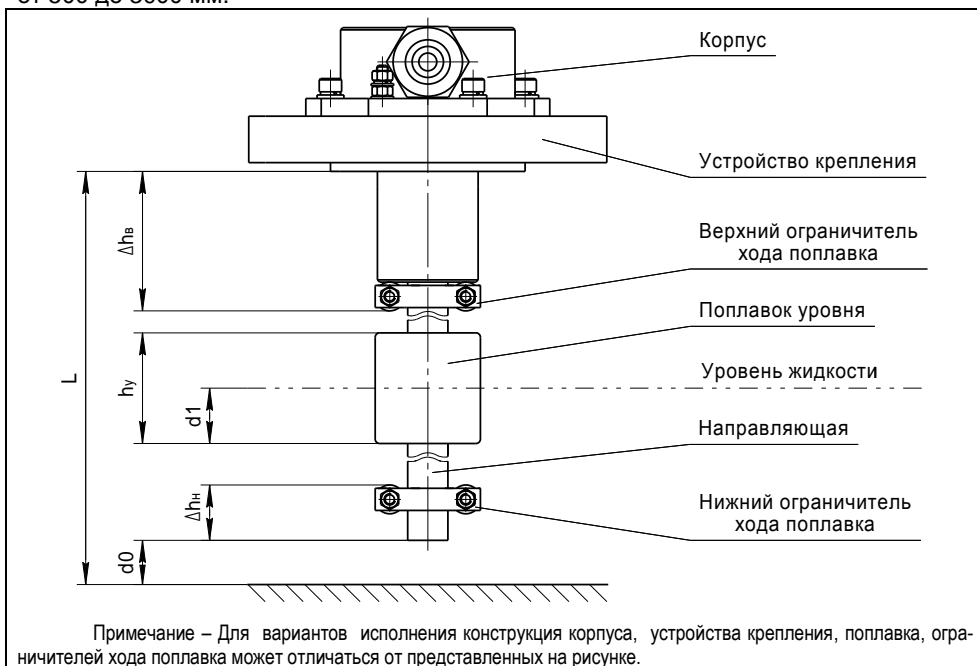

Рисунок 1
1.2.2 Длина направляющей L (см. рисунок 1) определяется заказом в пределах от 500 до 3000 мм.
Величина нижней неизмеряемой зоны Δh_n определяет положение нижнего ограничителя хода поплавка (см. рисунок 1). При выпуске из производства она устанавливается минимальной, равной 15 мм.
Величина верхней неизмеряемой зоны Δh_b определяет положение верхнего ограничителя хода поплавка (см. рисунок 1). При выпуске из производства по умолчанию она устанавливается равной минимально возможному значению $\Delta h_{b\min}$:
1.4.1 Преобразователь (рисунок 1) состоит из корпуса, соединённого с устройством крепления и направляющей, на которой устанавливаются: поплавков уровня и ограничители хода поплавка.